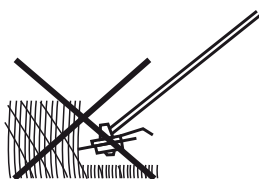
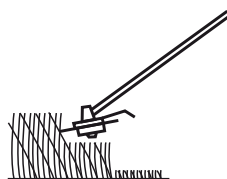

Fig. 23
Fig. 24
- > N'essayez pas de couper les herbes hautes d'un seul coup: procédez toujours par étapes (Fig. 23). Une coupe par étapes donne de meilleurs résultats (Fig. 24).